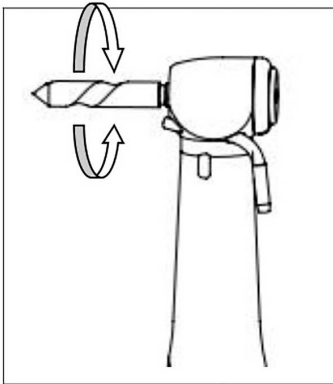

Рис. 2
- Вставьте бор в головку; слегка поверните бор, чтобы он попал в механизм защелки и нажмите вовнутрь (см. Рисунок 2)